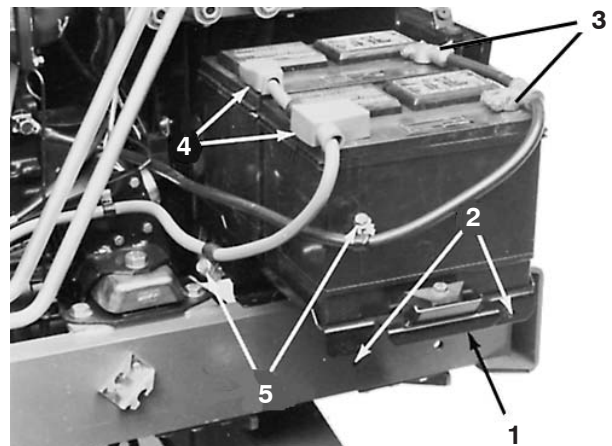

Bild 2
2. Nehmen Sie die Kopfschrauben ab, mit denen das Batteriefach befestigt ist, und schieben Sie das Fach heraus (Bild 2).
4. Ziehen Sie das Minuskabel (–) von den Batterien ab (Bild 2). Schließen Sie ein 3 bis 4 Ampere Ladegerät an die Batteriepole an. Laden Sie die Batterien bei einer Rate von 3 bis 4 Ampere vier bis acht Stunden lang auf.